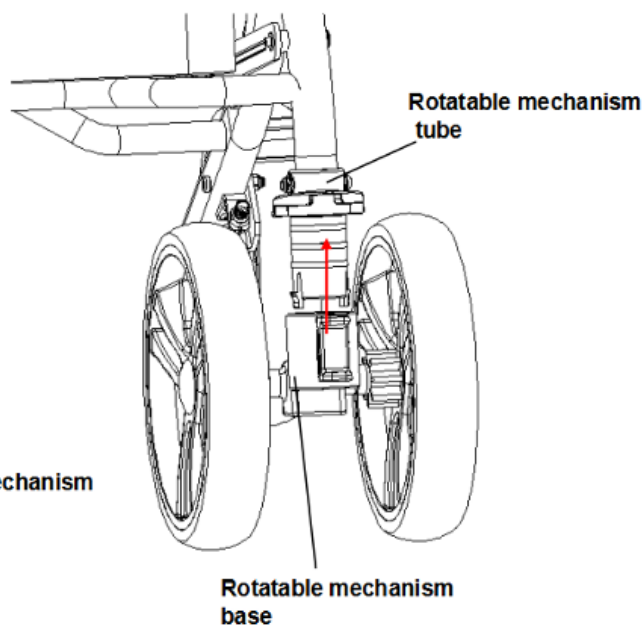

Figure 11
2. Om het voorwiel te verwijderen, drukt u met duim en wijsvinger op de inkeping onder de buis van het draaimechanisme, waarbij u deze naar binnen indrukt totdat hij dunner is dan de binnendiameter van de basis van het draaimechanisme. Met de andere hand trekt u de basis van het draaimechanisme naar beneden. Zodra de basis volledig van de buis is losgekoppeld, is het voorwiel verwijderd (zie afbeelding 11).